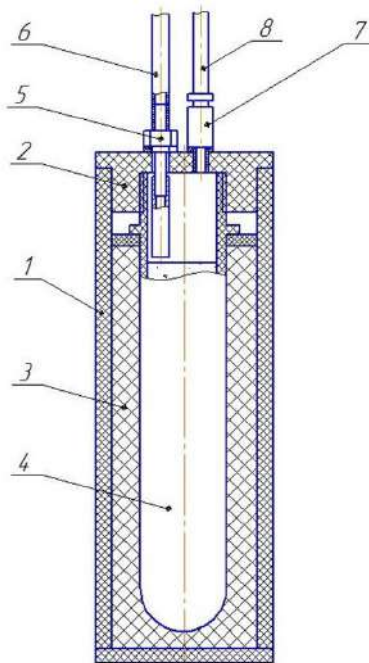

Рис. 1. Устройство для очистки фотоионизационного детектора
1.2. Внешний вид устройства в рабочем состоянии представлен на рис. 1.